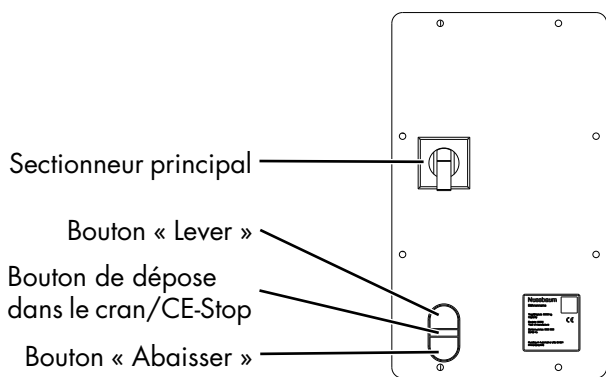

Figure 4: Module de commande
- Lever le véhicule jusqu'à ce que les roues soient libres. Appuyer sur le bouton Lever → « Lever » (voir figure 4)
- Lever le véhicule jusqu'à ce que les roues soient libres. Pousser le levier de commande vers l'avant v « Lever » (voir figure 4).
- L'ascenseur s'arrête automatiquement environ 20 cm avant d'atteindre la position la plus basse. Pour abaisser complètement la plate-forme, appuyez sur le bouton-poussoir « CE-Stop » (Figure 4), puis la plate-forme peut être abaissée complètement l'aide du bouton d'abaissement. Un bip sonore retentit pendant le
- L'ascenseur s'arrête automatiquement environ 20 cm avant d'atteindre la position la plus basse. Pour abaisser complètement la plate-forme, appuyez sur le bouton-poussoir « CE-Stop » (Figure 4), puis la plate-forme peut être abaissée complètement si l'on tire lentement sur le levier de commande. Un bip sonore retentit pendant le processus d'abaissement.